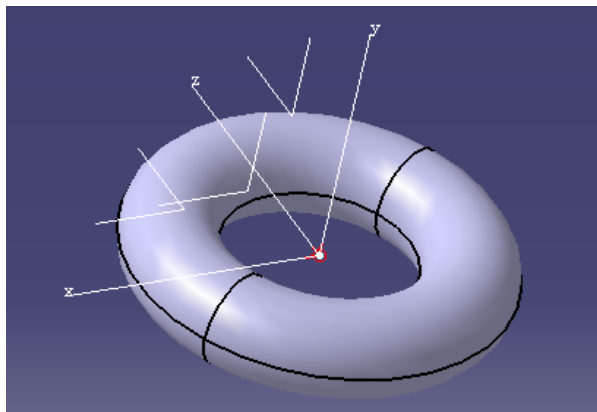

图 16-23
(2) 点击 Generate 键，其效果见图 16-23。